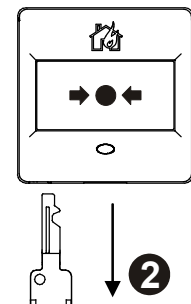

Fig. 9
2. To arm the manual call point, pull out the key again (Fig. 9).
2. Um den Melder scharf zu stellen, ziehen Sie den Schlüssel wieder heraus (Fig. 9).
2. Pour amorcer le détecteur, ressortez la clé (fig. 9).
2. Para armar el pulsador, extraiga de nuevo la llave (Fig. 9).